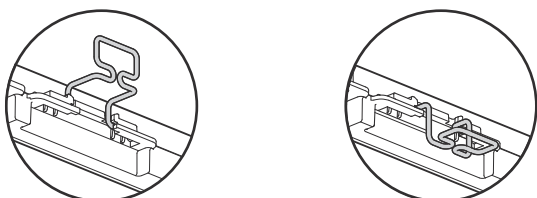

Fig. 9-5
9.4.1. Προετοιμασία (Fig. 9-5)